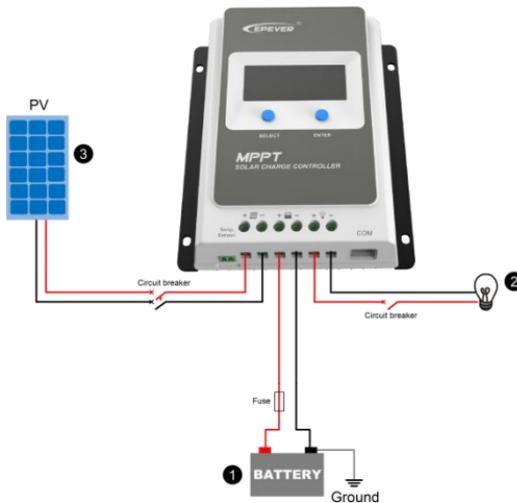

Abbildung 2-2 Schematischer Schaltplan
**Schritt 2:** Schließen Sie das System in der Reihenfolge Batterie -- Last --PV-Array gemäß Abbildung 2-2 "Schematischer Schaltplan" an und trennen Sie das System in umgekehrter Reihenfolge.